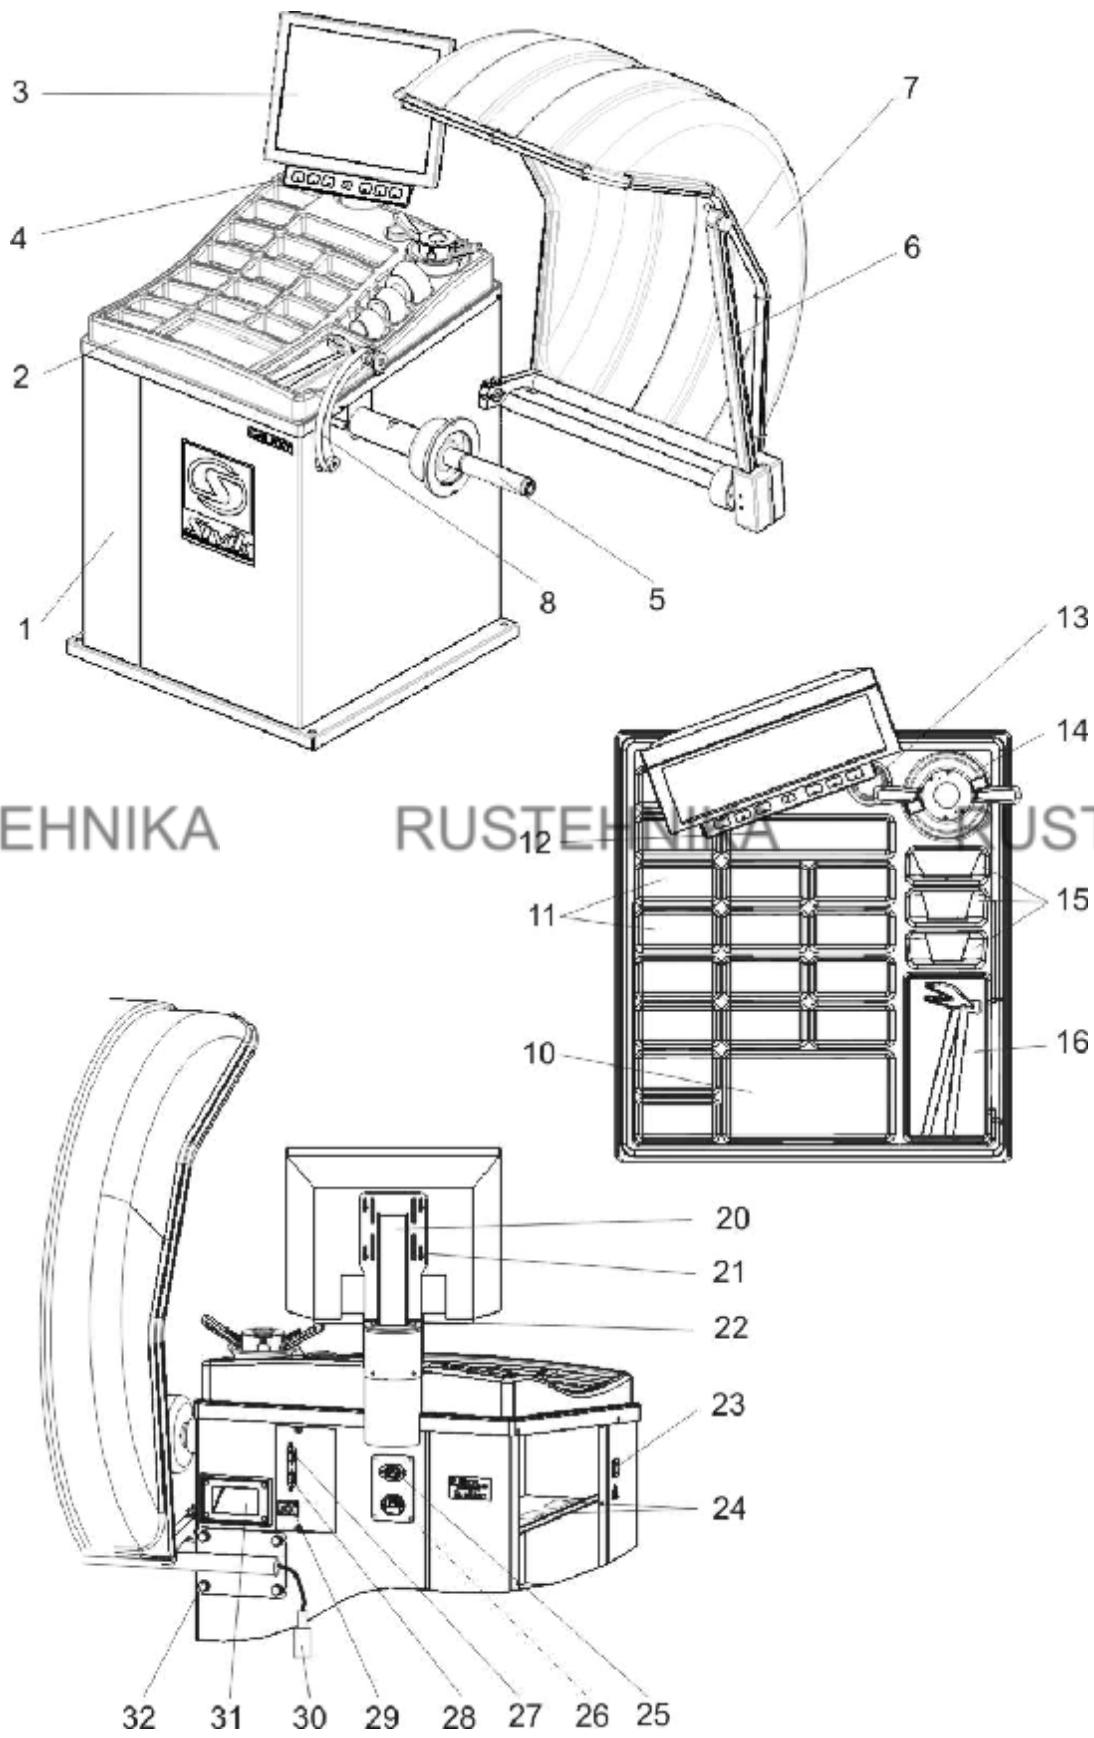

Рисунок 4.1 – Общий вид станка
4.2.5 Закрепить вторую линейку 6 на корпусе с помощью 4 болтов с шайбами 32 и подключить вилку линейки 30 к гнезду 29 (рисунок 4.1).